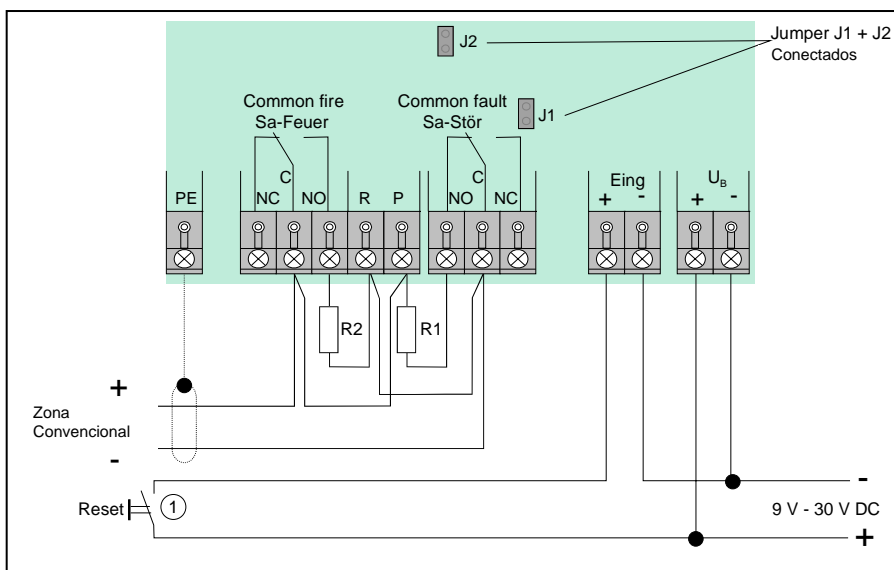

Fig. 6: Conexión a una entrada de zona de detección convencional (ejemplo)
El transponder vía radio **IQ8** se puede conectar a una entrada de zona de detección convencional en un sistema de alarmas contra incendio a través de los relés de estado generales. Todos los equipos vía radio **IQ8** forman una zona de detección común en este transponder vía radio **IQ8**. No se pueden dividir en diferentes zonas de detección. La zona de detección convencional se conecta al equipo con una resistencia de control R1 (RFL de la zona) al relé de avería general, que permanece activado (energizado en modo de reposo). Al producirse una alarma, la resistencia de alarma (R2) conmuta de forma paralela a R1 y la zona de detección se dispara a través del relé de alarma de incendio (Véase Fig6).
El transponder vía radio **IQ8** se rearma y vuelve a su estado normal cuando la tensión de la zona de detección permanece por debajo de 5V durante un mínimo de 60ms (por ejemplo al rearmar la zona de detección convencional conectada). La zona de detección también se puede rearmar a través del botón de rearme (véase el símbolo ① del dibujo) o mediante un contacto de relé con tensión (9 a 30Vcc) conectado en Eing+ - (Véase Fig6). Para rearmar el equipo se debe aplicar una tensión de 9 a 30 Vcc durante, como mínimo, 1 segundo en la entrada (entrada Eing+/-) del transponder vía radio **IQ8**.